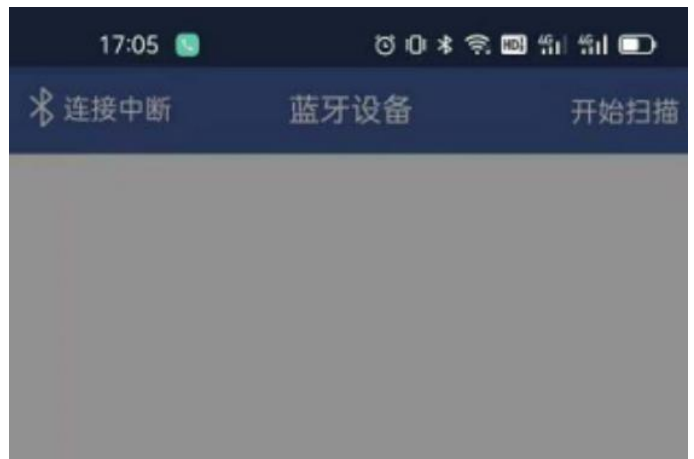

图2.8
② 点开始扫描，如无显示，则需多次点击几次，如图2.8所示。